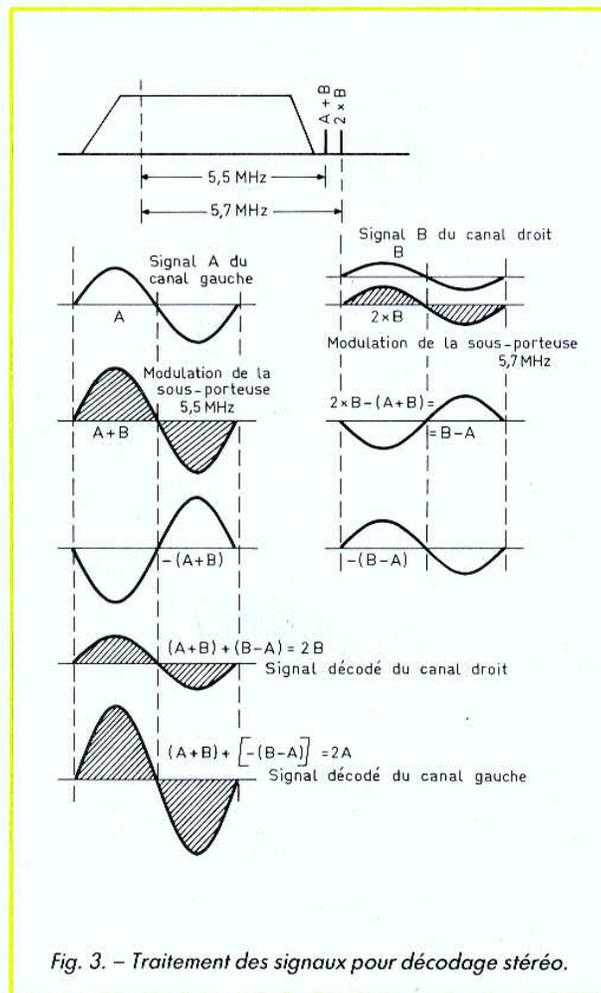

Fig. 3. - Traitement des signaux pour décodage stéréo.
Soit A le signal audio du canal gauche et B le signal audio du canal droit. La figure 3 montre ces deux signaux, en supposant que celui du canal gauche (A) est plus fort que celui du canal droit (B). Dans la transmission actuelle du PAL, la sous-porteuse 5,5 MHz est
Et finalement, on additionne $(A + B) + (B - A)$, ce qui donne $2 \times B$, et on additionne $(A + B) + [-(B - A)]$, ce qui donne $2 \times A$. Ce procédé est illustré par les diagrammes de la figure 3. La séparation des signaux décodés A et B est supérieure à 45 dB.